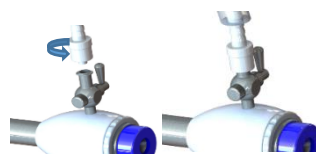

Fig. 5
- 5- Conectar o Insuflador no adaptador da bainha – rosquear no sentido horário - (fig.5);